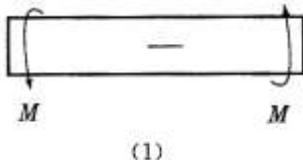

图 1
2. 如图 1、2 所示，两圆轴材料分别为低碳钢和木材，受扭后圆轴(1)出现了平行于轴线的裂纹，圆轴(2)沿横截面断裂。则\_\_\_\_\_。